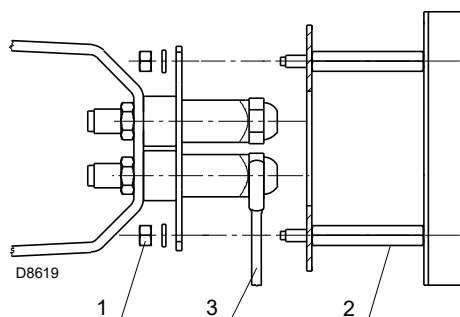

Fig. 12
- Fjern møtrikkerne 1)(Fig. 12) dyseskiven 2).
- Udskift dysen vha. nøglen 3)(Fig. 12).